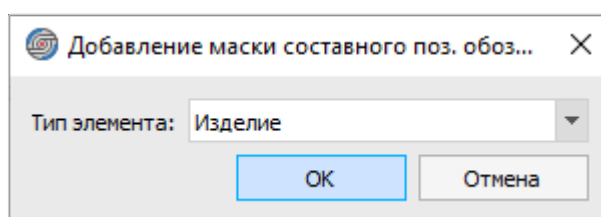

Рисунок 111. Создание маски
- 2) В открывшемся диалоговом окне «Добавление маски составного поз. обозначения» (см. рисунок 111) в выпадающем списке «Тип элемента» выбрать тип из возможных вариантов «Изделие» или «Устройство» и нажать на кнопку ОК. Для каждого типа элемента можно создать только одну маску, поэтому при создании маски для выбранного типа элемента этот тип элемента будет исключен из списка доступных вариантов при создании следующей маски составного позиционного обозначения.